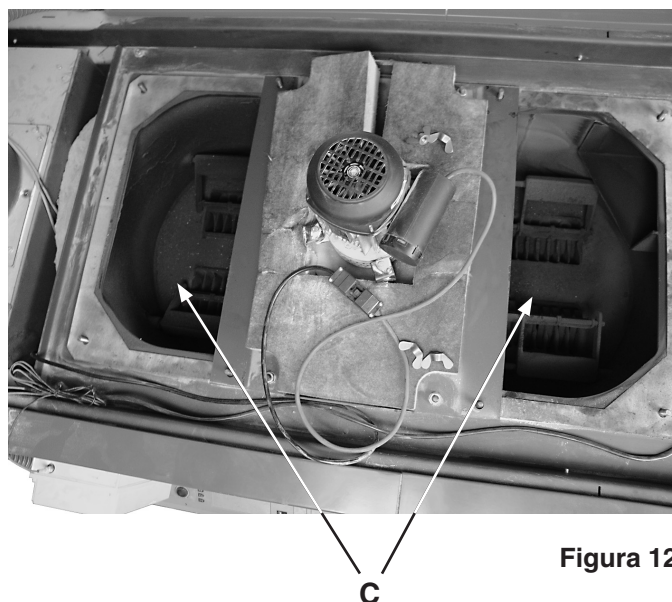

Figura 12
2. Allentare i dadi ad alette (A)
3. Allentare tutte e due i coperchi del vano di raccolta dei gas di scarico (B)
4. Aspirare le ceneri (C, Figura 12)